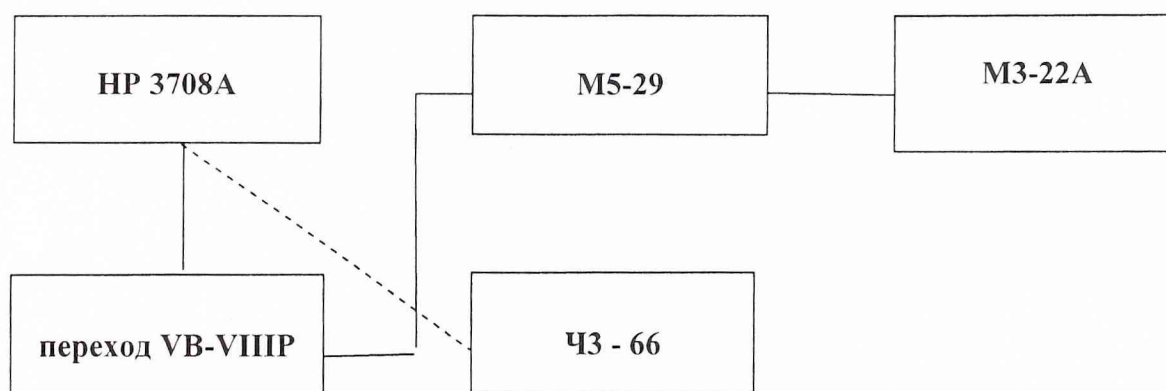

Рис.1
1. Собрать схему согласно рис.1.